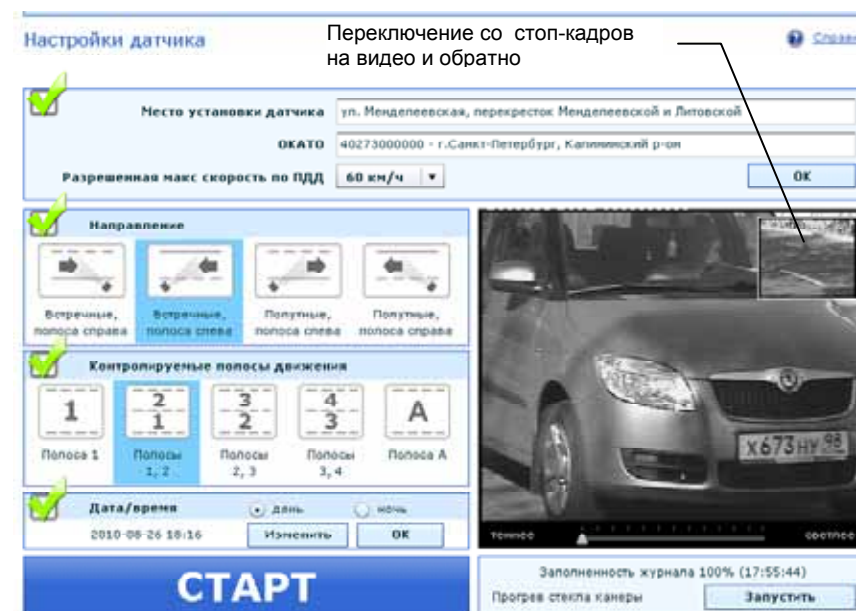

Рис. 18. Программа настройки датчика
После этого откроется страница настройки датчика, показанная на Рис. 18. Стоп-кадры и видеозображение демонстрируются в режиме «кадр в кадре». Переключение между ними производится нажатием на маленький кадр в правом верхнем углу.
5. Проверьте по видеоизображению и полученным стоп-кадрам правильность установки датчика. На Рис.12, Рис.13 и Рис.18 показаны примеры правильных кадров. При необходимости отрегулируйте угол наклона датчика с помощью рукоятки-фиксатора (Рис. 6) таким образом, чтобы изображение ГРЗ автомобилей, проходящих по первой из контролируемых полос, было немного ниже середины кадра. Для контроля полосы, предназначенной для маршрутных ТС (полоса А), направьте камеру датчика на середину данной полосы так, чтобы на видеоизображении обязательно был виден бордюр дороги. Рекомендуется (хотя не обязательно), чтобы в кадре была видна также сплошная линия разметки полосы для маршрутных ТС и/или буква «А», нанесенная на полосу. На Рис. 13а показан пример правильного кадра.